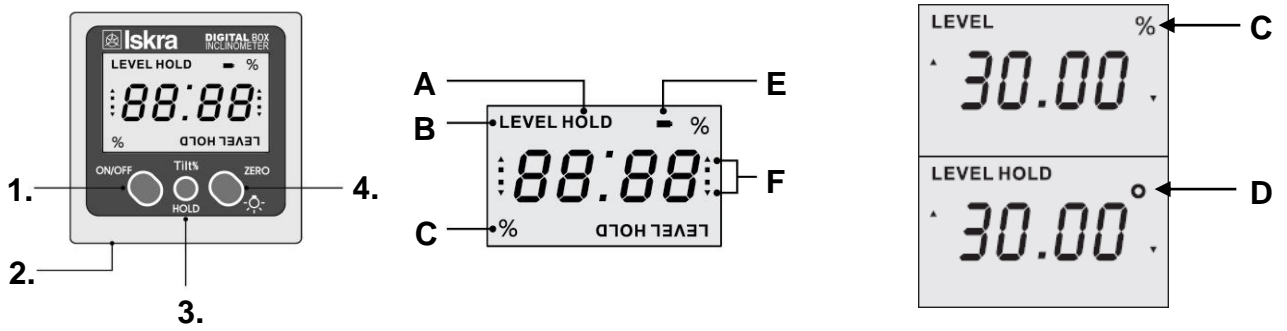

FIG. 1
- Uglomer pristonite uz prvu površinu (pomoću magneta, koji su ugrađeni na donjoj strani, uglomer možete fiksirati na odgovarajućoj površini). Na ekranu će biti ispisano „0.0°“ i oznaka „LEVEL“. To je sada referentna površina. (Fig. 1)
- Kada zatim uglomer nagnete nalevo odn. nadesno ili ga pristonite uz drugu površinu, na ekranu će biti ispisano ugao između tih površina, npr. „7.99°“. Pri tome će dva simbola, strelice („▲“ i „▼“), na levoj i desnoj ivici ekrana prikazivati, u kom smeru ste nagnuli uglomer. (Fig. 1)